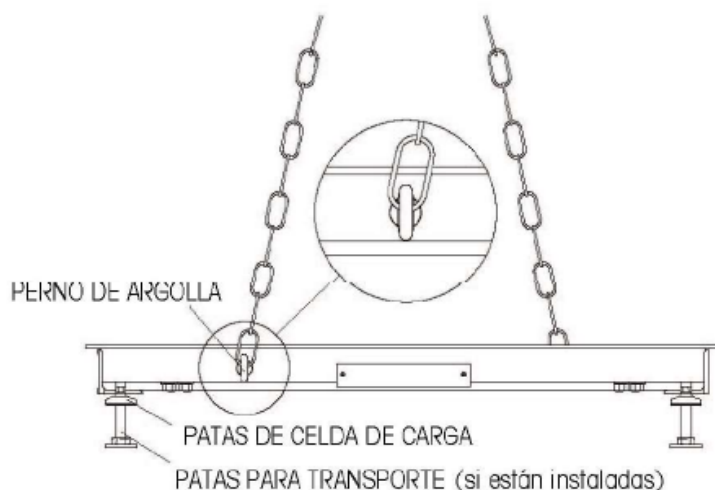

Figura 1. Mètode d'elevació. Pern d'anella; peus de cèl·lula de càrrega; peus de transport, si estan instal·lats.
2. Instal·leu els dos perns d'anella inclosos en costats oposats de la bàscula, com a la figura 1.